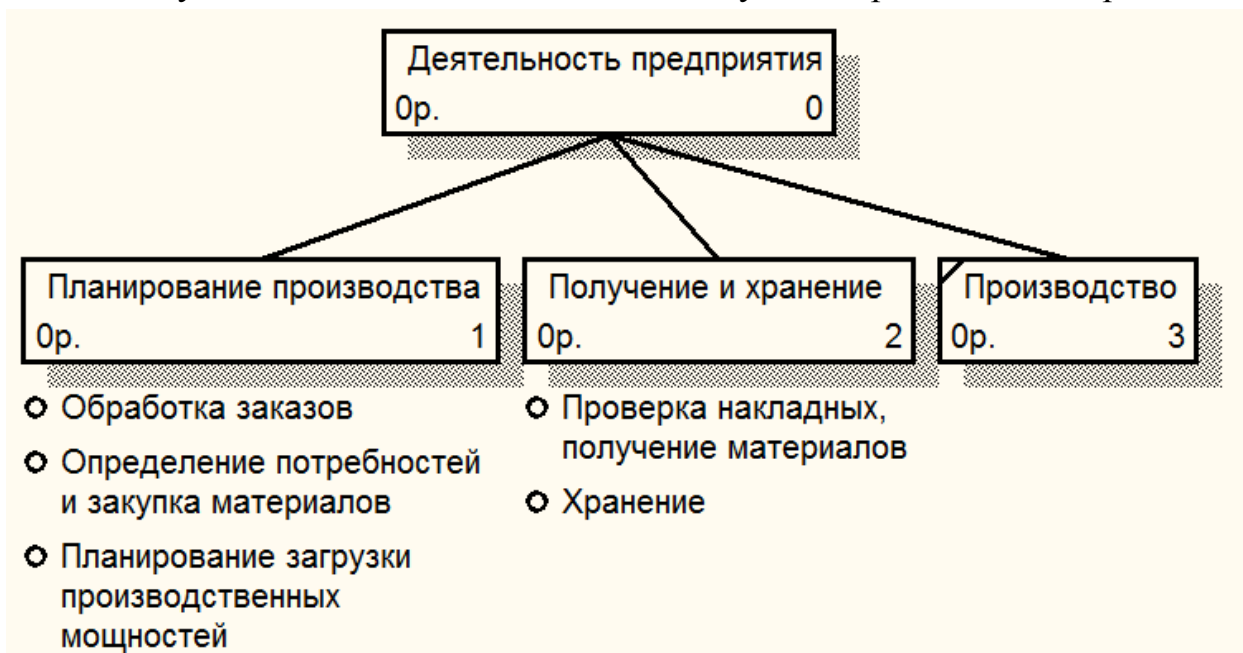

Рис. 27. Диаграмма дерева узлов
3. Во втором окне *Мастера создания дерева узлов* оставьте опции, заданные по умолчанию и нажмите *Готово*. Результат представлен на рис. 27.